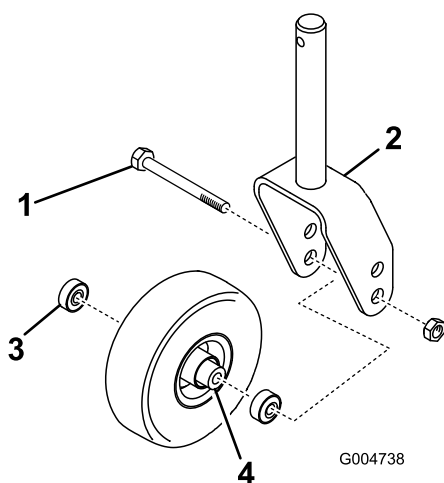

Рисунок 23
1. Отверните контргайку с болта, удерживающего узел поворотного колеса в вилке колеса (Рисунок 23).
3. Извлеките подшипник из ступицы колеса и дайте выпасть проставке подшипников (Рисунок 23).